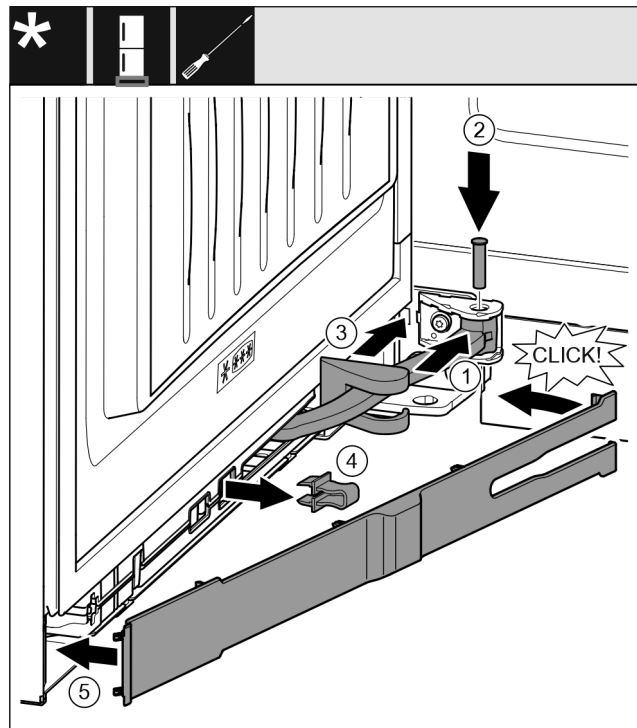

Fig. 44
- ▶ Tourner la jointure Fig. 44 (1) dans la fixation.
- ▶ Insérer l'axe Fig. 44 (2) dans la fixation et la jointure avec un tournevis. Veiller à ce que l'ergot soit bien en place dans la rainure.
- ▶ Faire glisser le cache du support de palier Fig. 44 (3) le long de la jointure et le monter au-dessus de la fixation.
- ▶ Retirer la fixation Fig. 44 (4).
- ▶ Placer le cache Fig. 44 (5) côté poignée et le faire basculer vers l'intérieur.